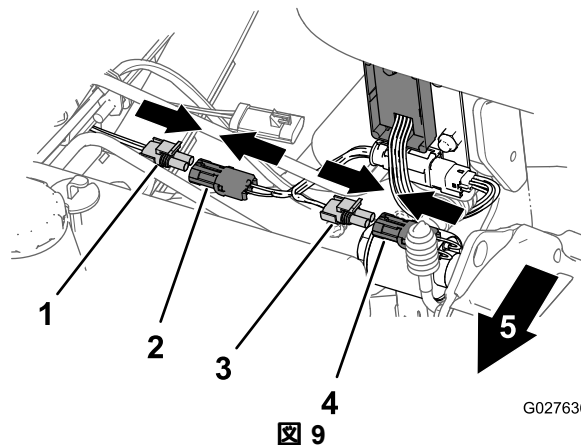

図 9
1. ステップ1 リレーコントローラとアダプタハーネスを機体に取り付ける (ページ2) で取り外した2ピンコネクタを、アダプタハーネスの2ソケットコネクタに接続する 図 9。
2. アダプタ用ハーネスの2ピンコネクタを、デファレンシャルハーネスの2ソケットコネクタに接続する 図 9。